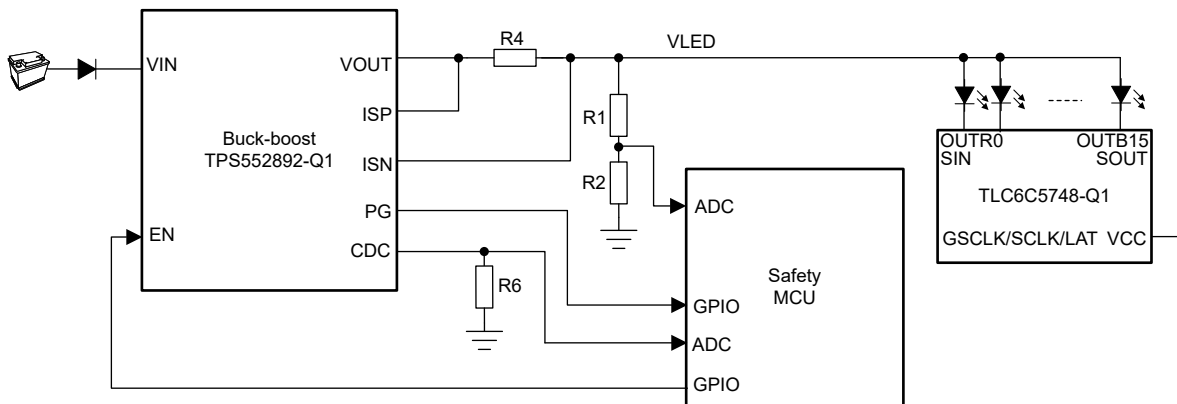

图 3-3. 通过 MCU 机制检测 TPS552892-Q1 输出
| 图 3-3. 通过 MCU 机制检测 TPS552892-Q1 输出.....        | 4 |
MCU ADC 引脚独立于 TPS552892-Q1 转换器输出。这意味着诊断覆盖率相对较高，而不会增加额外的 BOM 成本。从图 3-3 中，可以看到 TPS552892-Q1 的 VOUT 引脚连接至 MCU ADC 引脚以用于监控输出电压，CDC 引脚连接至 MCU ADC 引脚以用于监控输出电流。TPS552892-Q1 转换器使用 ISP/ISN 引脚来检测输出电流，并且  $CDC \text{ 引脚电压} = 20 \times (V_{ISP} - V_{ISN})$ ， $I_{OUT} = (V_{ISP} - V_{ISN}) / R_4$ 。MCU 可以使用 ADC 监控 CDC 引脚电压，然后计算降压/升压  $I_{OUT}$ 。PG (电源正常) 引脚连接至 MCU GPIO 引脚以监控功率。PG 充当辅助安全机制，可帮助提高诊断覆盖率。如果发生 TPS552892-Q1 转换器过压 (OV) 或欠压 (UV) 故障，MCU ADC 引脚将检测到此故障，然后由 MCU GPIO 切断 (将 EN 引脚拉至低电平) TPS552892-Q1 转换器输出，使显示屏能够实现黑屏安全状态。